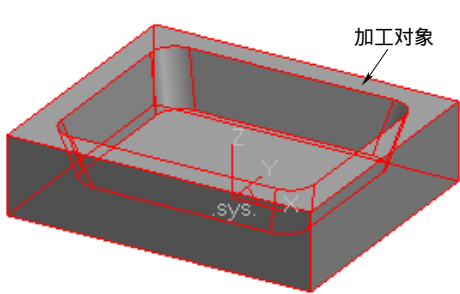

图 8-101 拾取的加工对象
9) 完成加工参数设置后，单击“确定”按钮，系统在界面的左下方提示“拾取加工对象”，按 W 键拾取所有图元，单击鼠标右键结束拾取。系统继续提示“拾取加工对象”，单击鼠标右键结束拾取，如图 8-101 所示。